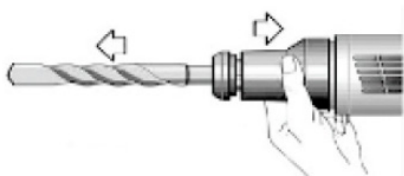

Fig. 3 – Desenho demonstrativo para remoção do acessório
- Para remover o acessório, puxe e segure o mandril (1) e puxe o acessório para frente (Fig. 3). Todos os acessórios devem ser limpos após a utilização.